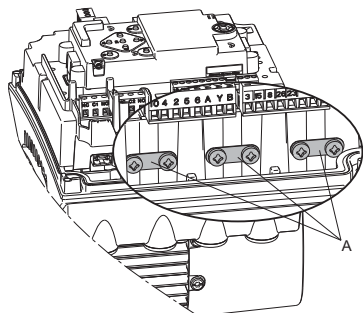

Рис. 67 Заземление экранирующих оплётки кабелей
7. Заземлите экранирующие оплётки кабельных шин через один из зажимов заземления (рис. 67, А).